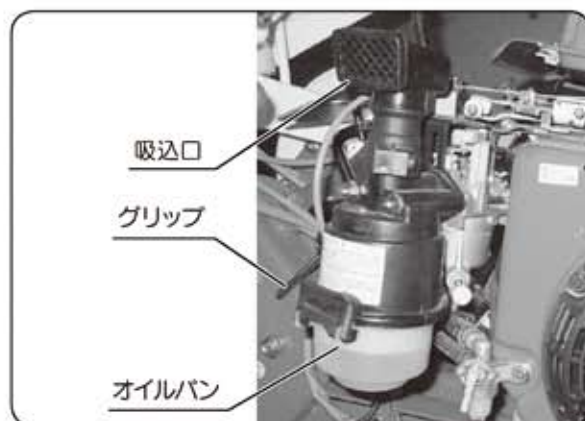

図39
- ① グリップを外し、オイルパン及びエレメントを取り外してください。(図39)
- ④ エアクリーナの吸込口をホコリの少ない方向(ハンドル側)に向けてください。(図39)